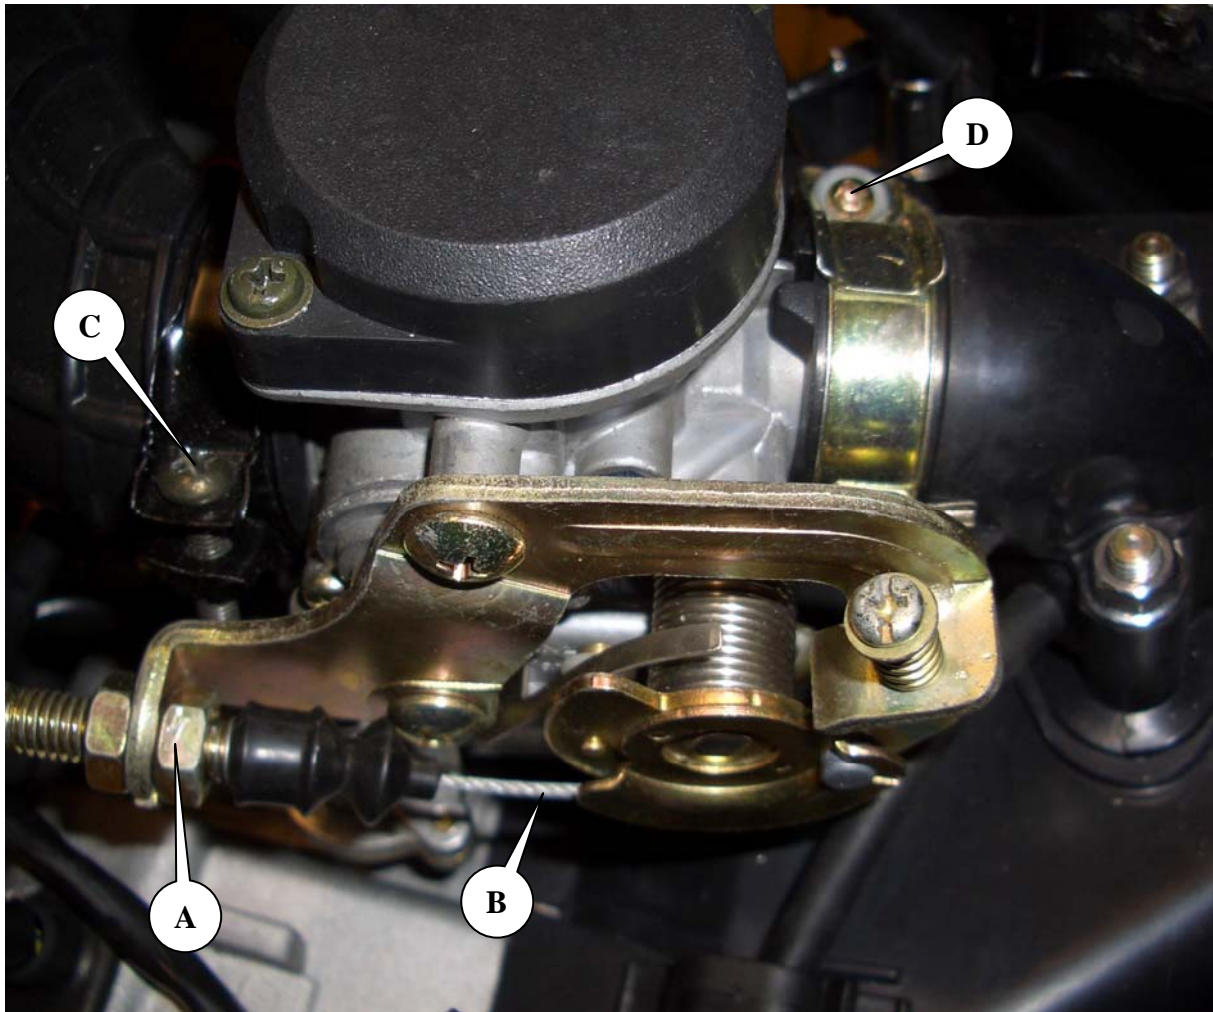

Abb.1
3. Entfernen Sie das Gaszugseil vom Vergaser. Dazu lösen Sie die Verschraubung des Zuges am Vergaser, entfernen die vordere Mutter **A**(SW 12mm) vom Gewinde und ziehen den Zug nach hinten aus der Halterung. Das Seil (**B** in Abb.1) kann jetzt seitlich herausgenommen werden. (Abb. 1)
4. Lösen Sie die Schrauben der Klemmschellen am Luftfilteranschluss (**C** in Abb.1) und am Ansaugkrümmeranschluss (**D** in Abb.1).
3. Entnehmen Sie den Gasschieber (**16** in Tafel 3.6.b) und überprüfen Sie ihn auf Abnutzung und die Membrane **A** auf Undichtigkeiten. (Abb.1 u.2) Defekte Einheiten müssen ersetzt werden. Der Schieber muss leicht in der Bohrung gleiten.